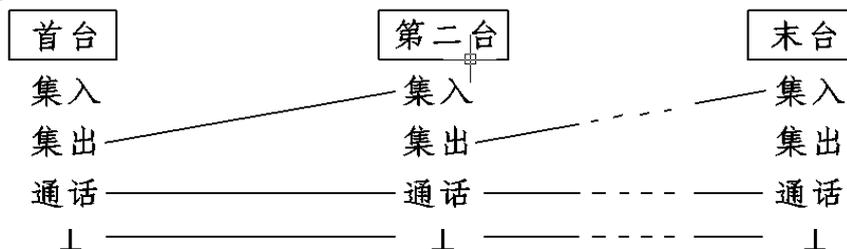

图 7-4 集控线接法
7.3 集中控制时台与台之间接线用三芯电缆即可，如图 7-4